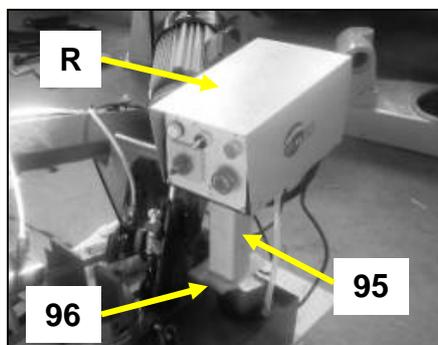
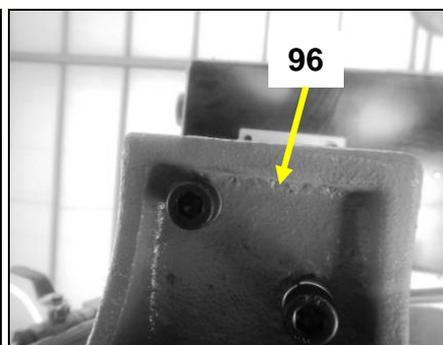

Fig 15
Fig 17
- Positionnez le pupitre de commandes (**R**) sur son support (**96**) (Fig 15 & 16), et vissez son pied (**95**) par-dessous avec 2 vis 6 pans creux M8x20 (**98**) et 2 rondelles freins de 8mm (**97**) (Fig 17).